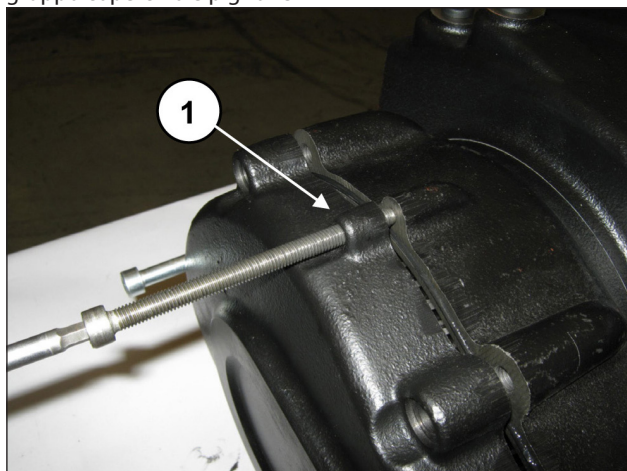

Fig. 6
Avvitare gradualmente le 3 viti M8 (pos. ①, Fig. 6) con la funzione di estrattori fino a rimuovere completamente il gruppo coperchio e pignone